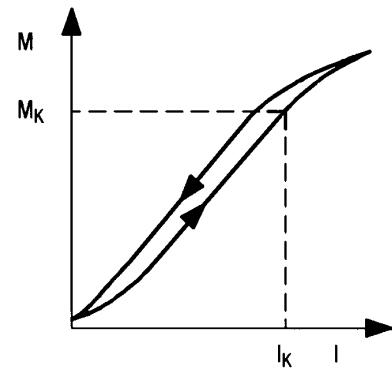

Fig. 2
magna-Magnetpulverkupplungen Typ 14.502 sind so aufgebaut, daß die Erregerspule im sich drehenden Außenrotor liegt. Zur Stromzuführung benötigt man deshalb Schleifringe. Der Antrieb erfolgt vorzugsweise über den Außenrotor. Zur Verbindung mit dem antreibenden Element sind im Außenrotor in axialer Richtung ausreichend Gewindebohrungen vorhanden. Der Abtrieb erfolgt über den Innenrotor, dessen Hohlwelle mit Paßfedern versehen ist. An- und Abtrieb können auch umgekehrt erfolgen. Fig. 2 zeigt den Kraftfluß.
The excitation coil of magna's magnetic particle clutch type 14.502 is installed into the rotating external rotor. For the power supply slip rings are required. Preferably the input operates through the external rotor. For connection to the driving element the external rotor is equipped with sufficiently threaded bores that are axially oriented. The internal rotor provides the output. The hollow shaft has a keyway. Input and output may be effected vice versa. Figure 2 shows the power flow.
Les embrayages à poudre magnétique magna type 14.502 sont conçus de manière à ce que la bobine d'excitation se trouve dans le rotor extérieur tournant sur lui-même. Pour l'apport de courant, il faut des bagues collectrices. L'entraînement se fait de préférence du rotor extérieur. Pour le raccordement avec l'élément entraîné, des filetages existent en nombre suffisant dans le rotor extérieur sens axial. La réduction se fait par l'intermédiaire du rotor intérieur dont l'arbre creux est pourvu d'une rainure de clavette. L'entraînement et la réduction peuvent se faire dans l'ordre inverse. La fig. 2 montre le flux des forces.
- M linear über dem Erregerstrom einstellbar (Fig. 2)
- M linear adjustable through field voltage (fig. 2)
- M réglable linéairement via le courant d'excitation (fig. 2)